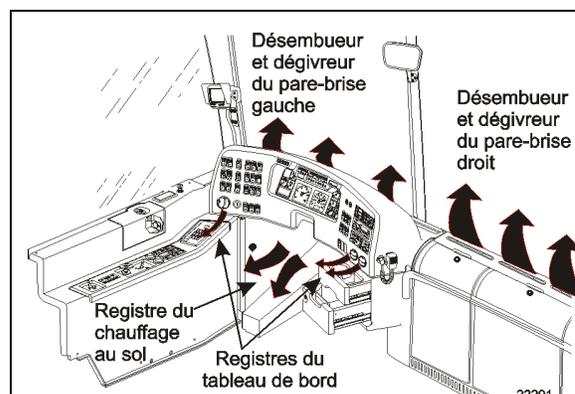

FIGURE 82 : CIRCULATION DE L'AIR DE L'UNITÉ DE CONDUCTEUR
4. Ouvrir le robinet de vidange en bas du radiateur de chauffage (Figure 82). Il est possible de détacher un raccord de flexible en haut du radiateur de chauffage afin de laisser l'air entrer pendant la vidange. Le robinet de vidange principal du radiateur de chauffage se trouve dans le compartiment de l'évaporateur. Pour accéder à la soupape sur les véhicules de série X, ouvrir la porte du compartiment à bagages situé en face du compartiment de l'évaporateur (côté gauche). Ouvrir le panneau d'accès au compartiment de l'évaporateur.